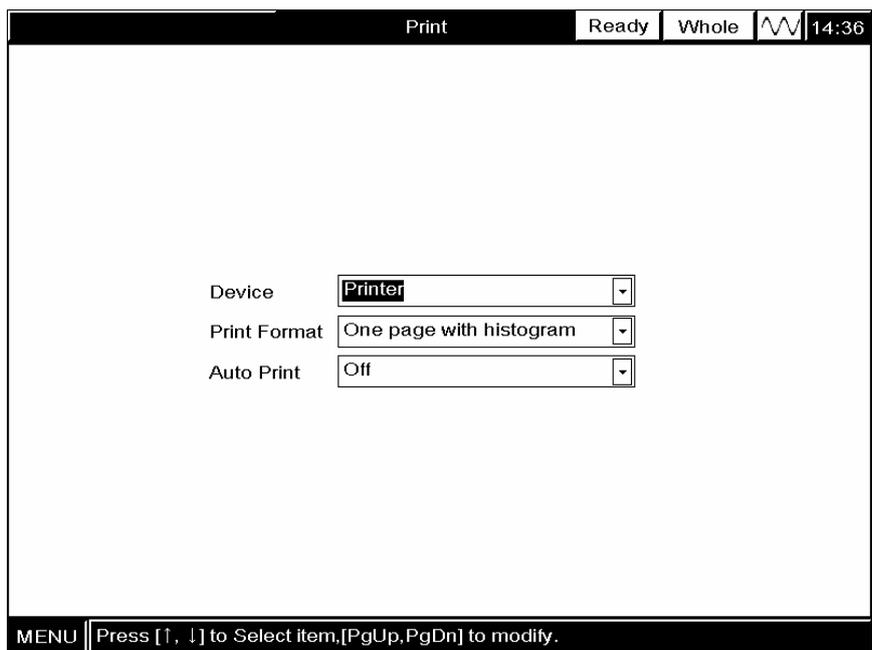

Abbildung 5-2 "Drucken"-Anzeige
**WÄHLEN** Sie **“Einstellung → Drucken” AUS** (Abbildung 5-1), um die **“Drucken”**-Anzeige aufzurufen (Abbildung Abbildung 5-2).